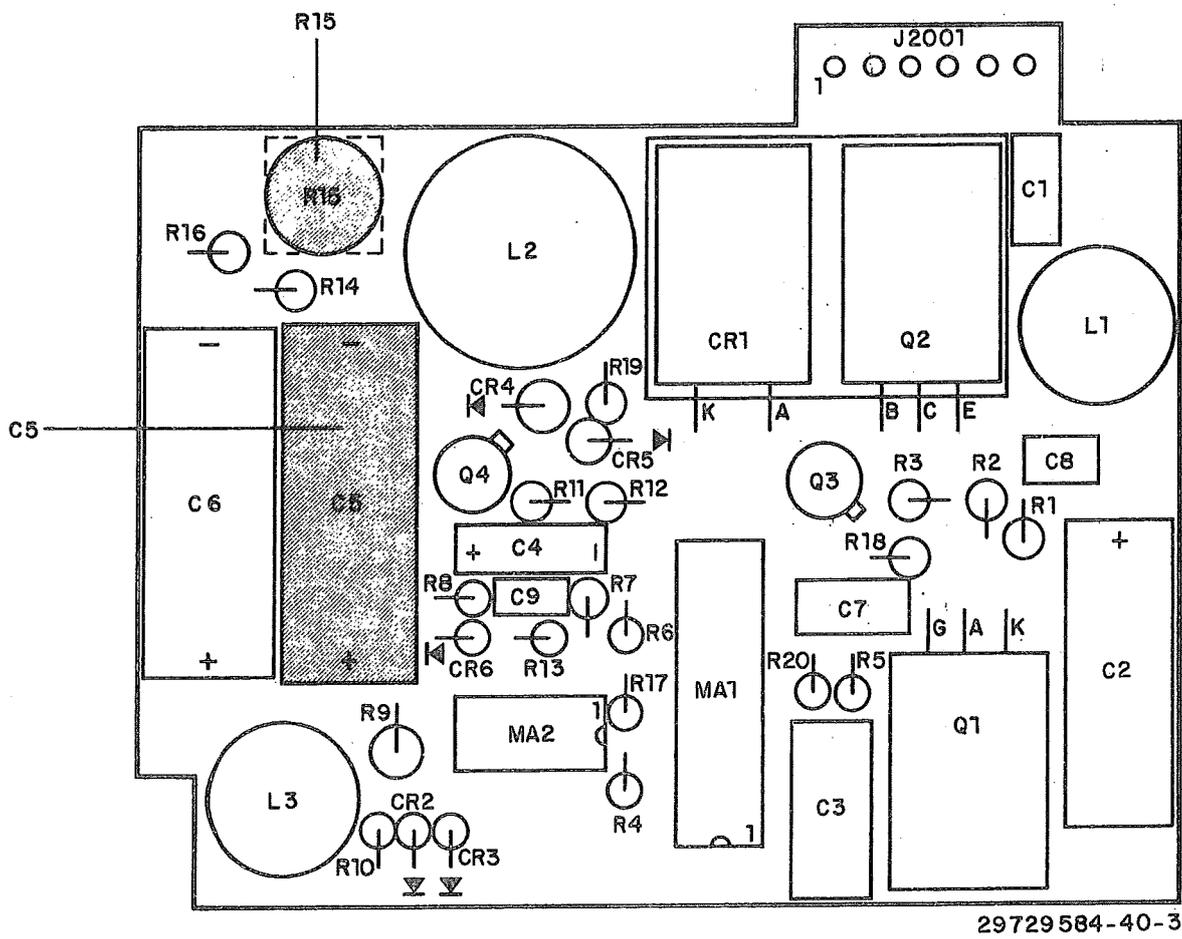

Figure 2 - Carte «Convertisseur»
- Plan d'implantation de la carte convertisseur : (fig. 2).
- Tourner le potentiomètre R15 de la carte «Convertisseur» (fig. 2) à fond dans le sens inverse du mouvement des aiguilles d'une montre.
- Ajuster le potentiomètre R15, de la carte convertisseur (fig. 2) de façon à obtenir au voltmètre -  $6\text{ V} \leq V \leq 6,01\text{ V}$
- relever à l'oscilloscope le chronogramme au point + du condensateur C5 (fig. 2), il doit être conforme au suivant :